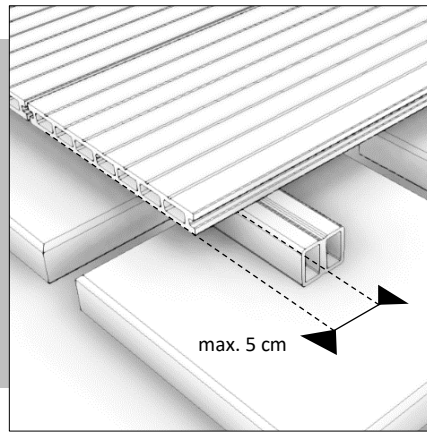

FIG. 6
- Elk uiteinde van een terrasdeel dient ondersteund en bevestigd te worden. De uiteinden van de terrasdelen bij voorkeur gelijk leggen met de onderregel. Laat een terrasdeel bij voorkeur dus niet, maar maximaal 5 cm, uitsteken ten opzicht van een onderregel (Fig. 6).